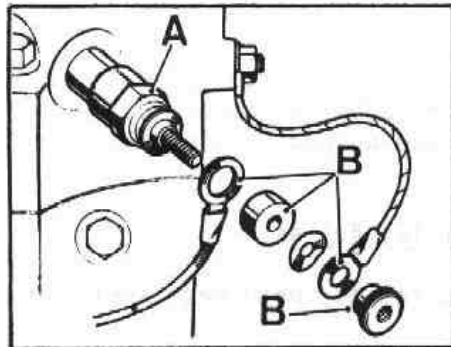

Fig. P-24 Desmontaje de la bujía de caldeo
- 3.1. Soltar los cables de las bujías, evitando la deformación de la varilla central (Fig. P-24).